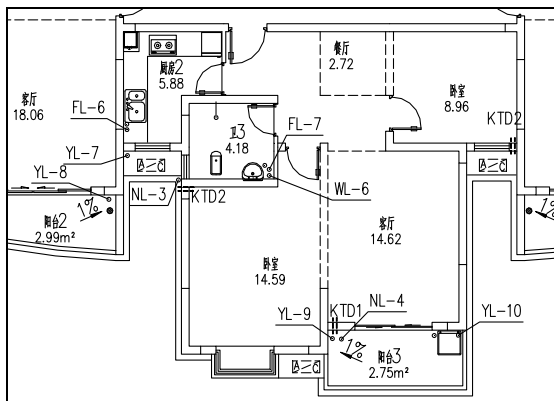

图 13-29 绘制南向给水排水立管
**07** 绘制住宅楼南向厨房 2、卫 3、阳台 2、阳台 3 的给水排水立管。在命令行中输入 LGBZ 命令按回车键，系统弹出【立管】对话框，在对话框中单击相应的立管按钮，在绘图区中指定立管的插入点，绘制立管的结果如图 13-29 所示。